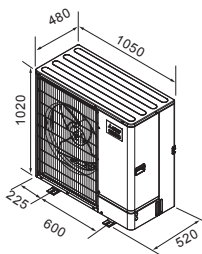

Fig. 2-1
2.2. Контурные габариты (Наружный прибор) (Fig. 2-1)
- ① Окружающие предметы - только сзади (Fig. 2-1)